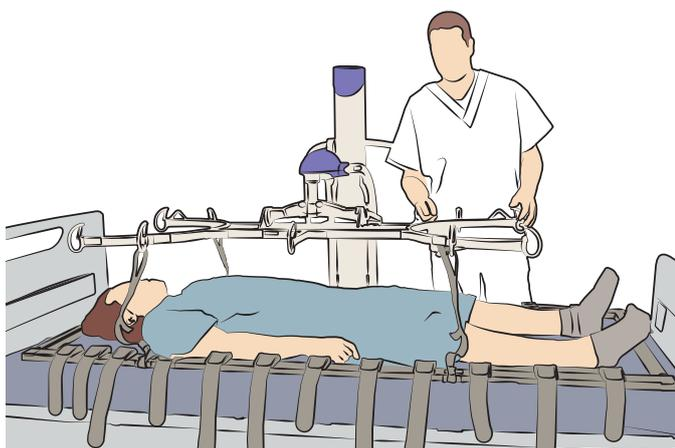

Abb. 22
2. Nachdem der Pflegebedürftige herabgelassen wurde, lösen Sie die Doppelschlaufen-Befestigungsbänder sowohl von der Liegendaufhängung als auch von der Gurtliege. Siehe Abb. 22.